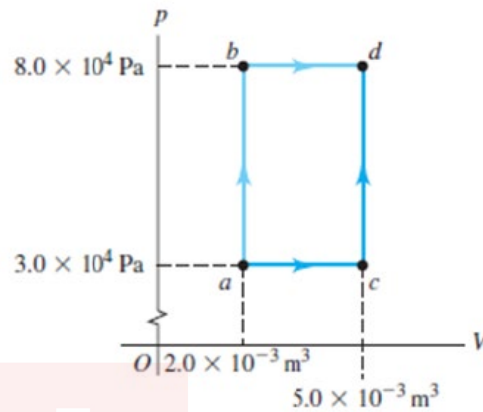

Figura 64
**Ejemplo de procesos termodinámicos:** La gráfica  $pV$  de la Figura 64 muestra una serie de procesos termodinámicos. En el proceso  $ab$ , se agregan 150 J de calor al sistema; en el proceso  $bd$ , se agregan 600 J. Calcule